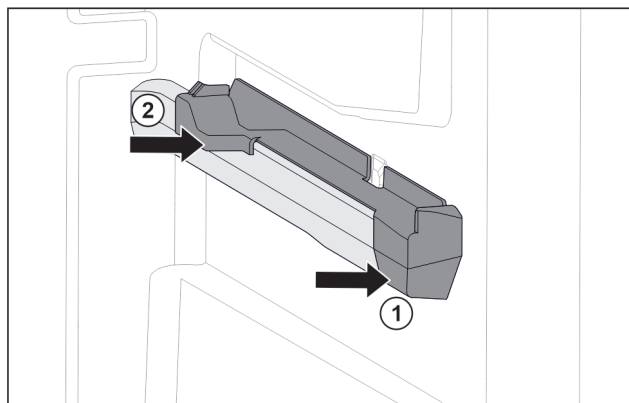

Fig. 44 Вставна частина на правому ребрі для резервуару
- ▶ Одягти вставну частину вперед на ребро резервуару. Fig. 44 (1)
- ▶ Притиснути вставну частину позаду. Fig. 44 (2)